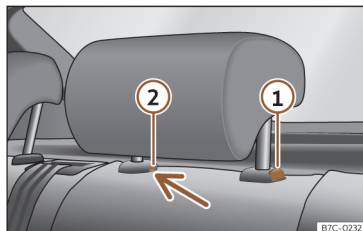

Fig. 102 Encostos de cabeça traseiros desmontagem.
- Pressione o botão >>> **Fig. 102 ①**, pressionando ao mesmo tempo através do orifício da trava de segurança ② com uma chave de fendas plana com um máximo de 5 mm de largura e retire o encosto de cabeça.